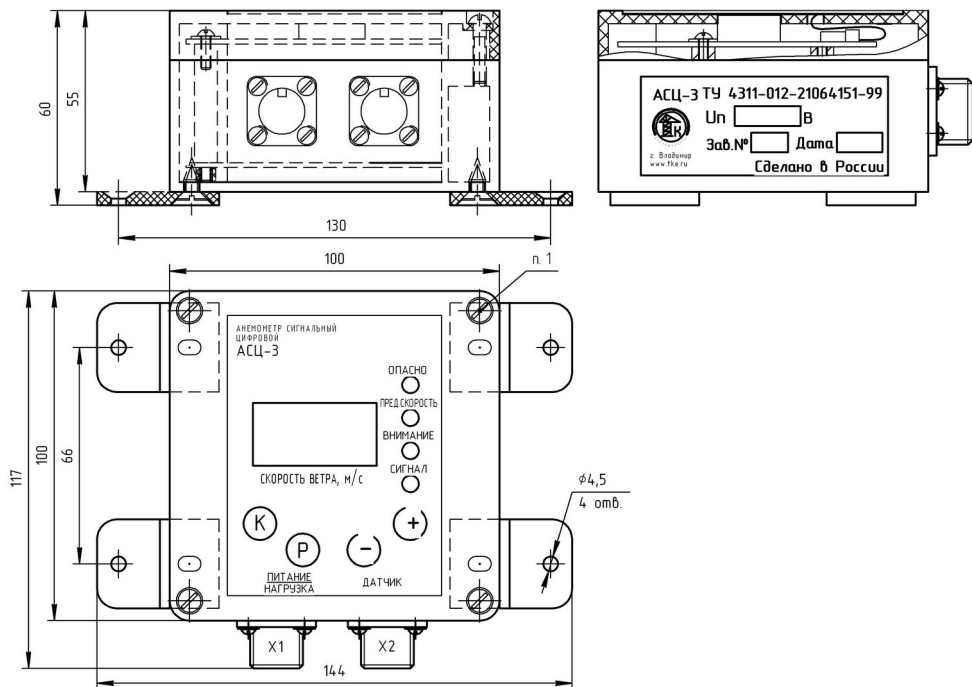

Рисунок 2
4.2.2 Блок контроля (рисунок 2).
6.1.3 Проверить исправность блока контроля и работу совместно с датчиком, для чего подключить кабель к разьему блока контроля, вилку кабеля питания включить в сеть 220 В (при питании постоянным током подключить провода питания к источнику постоянного напряжения от 9 до 30 В соблюдая полярность). Проверить значения уставки по предельной скорости ветра и функционирование сигнализации. Для этого нажать кнопку «К» (рисунок 2) и удерживать в этом положении. На табло высветится значение уставки и произойдет включение светодиодов «ВНИМАНИЕ», «ПРЕДЕЛЬНАЯ СКОРОСТЬ», «ОПАСНО». Убедившись в исправности, отпустить кнопку «К». Время нажатия не должно превышать 2 мин.